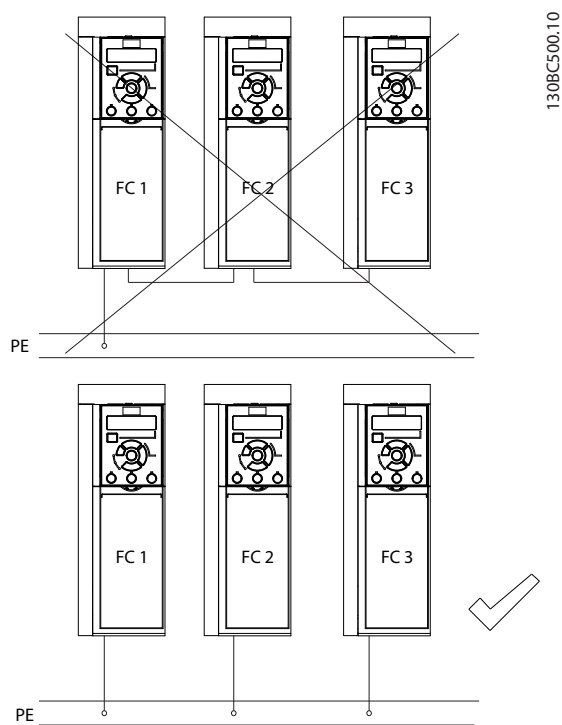

図 4.1 接地の原則
- 複数の周波数変換器をディジーチェーン接続して、接地しないでください (図 4.1 を参照)。